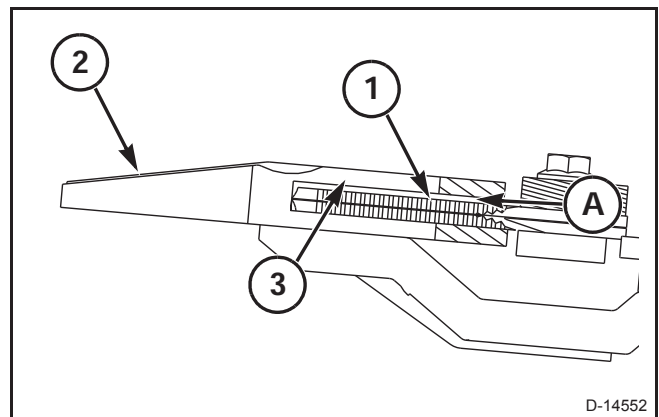

FIG. 57
FIG. 57: Centre la primera sección del cortador (1) en el punto de la primera protección (2). La holgura (A) entre las partes superior e inferior de la superficie de la protección (3) debe ser de 0,7 a 0,8 mm (0,28 a 0,032 pulg.).